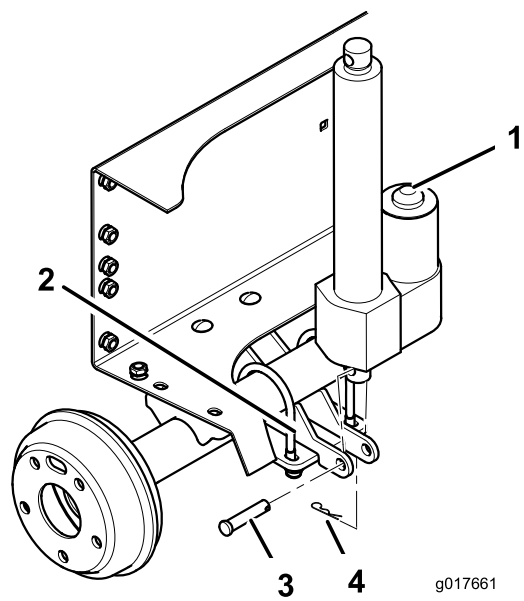

図 11
- クレビスピンとヘアピンコッターで、昇降アクチュエータの下端を昇降シリンダのサポートに取り付ける。各コンポーネントは図 11 のように配置する。